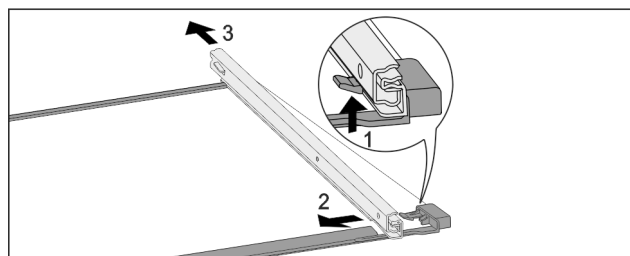

Fig. 150 Стъклена плоча с релси
- ▶ Натиснете нагоре предните фиксиращи палци. *Fig. 150 (1)*
- ▶ Плъзнете изтеглящата релса настрани *Fig. 150 (2)* и назад *Fig. 150 (3)*.